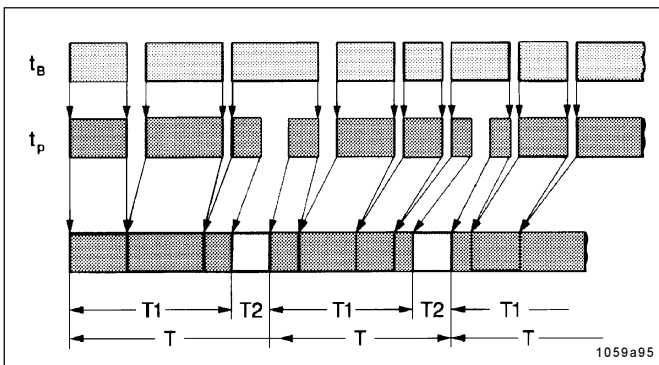
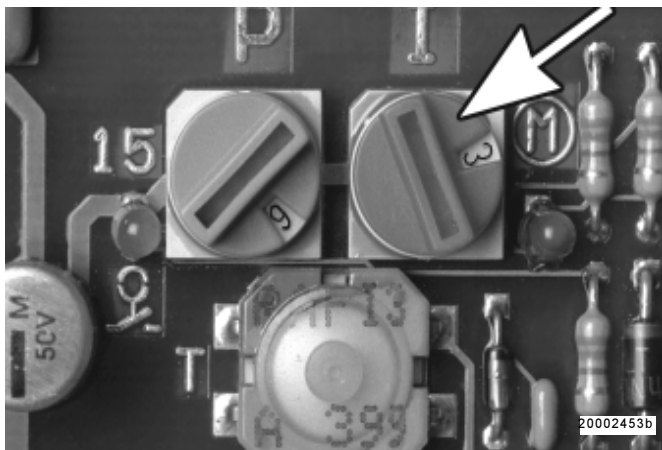
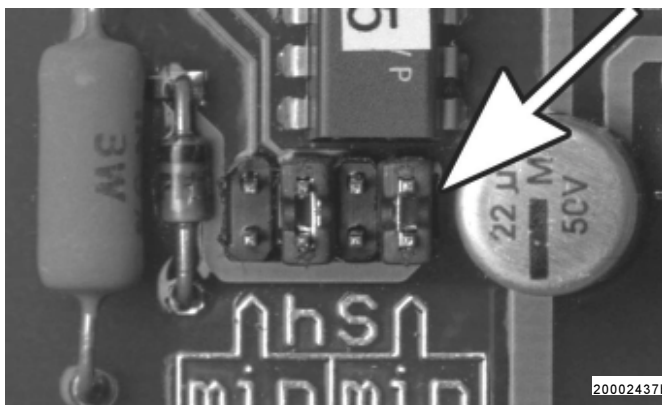

Fig. 21: Diagramme des temps
Fig. 25: Commutateur rotatif, temps de travail
Fig. 26: Présélection de la plage de temporisation
- La plaquette de circuits imprimés commande le déroulement automatique du temps de travail et du temps de pause de la pompe de graissage centralisé 203 en fonction des heures de marche ou de service t_B (Fig. 21) du véhicule ou de la machine.
- Un cycle de graissage comprend un temps de pause et un temps de travail. Après expiration du temps de pause, le temps de travail démarre. Ce cycle se répète constamment après que le véhicule ait été mis en marche ou la machine mise en service. Voir Fig. 21.
- Les temps de pause déjà écoulés sont mémorisés et additi-onnés lorsque le contact de la machine est mis hors circuit (voir T1, fig 21). Cette opération dure jusqu'a ce que le temps réglé sur le commutateur bleu, voir fig. 25, soit atteint
- Les temps de travail déjà écoulés sont mémorisés lorsque le contact de la machine est mis hors circuit (voir T1, fig. 21). Cette opération dure jusqu'a ce que le temps réglé sur le commutateur rouge, voir fig.26, soit atteint. Ensuite, le cycle est répété depuis le début.
- Les plages de temporisation peuvent être modifiées en fichant le cavalier de la plaquette de circuits imprimés sur une autre position (Fig. 26).